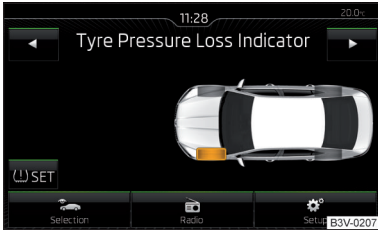

Abb. 219
- Die Funktionstaste **(⚠) SET** » Abb. 219 betätigen.
Bei aufleuchtender Kontrollleuchte **(⚠)** im Kombi-Instrument kann im Infotainment der betroffene Reifen angezeigt werden » Abb. 219.